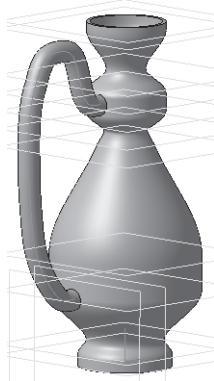

Рис. 274
-  – создайте объект (рис. 274).